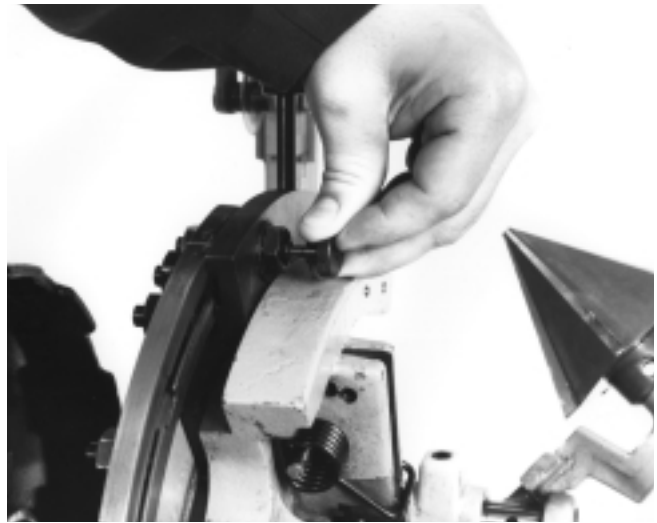

Figure 7 – Ouverture de la molette de réglage de la tête de filière.
1. Avec le coupe-tubes et la tête de filière en position relevée, amenez l'alésoir en position d'attaque (Figure 7).
faisant glisser la plaque de came en direction de la flèche **CHANGE DIES** de la plaque (Figure 7).